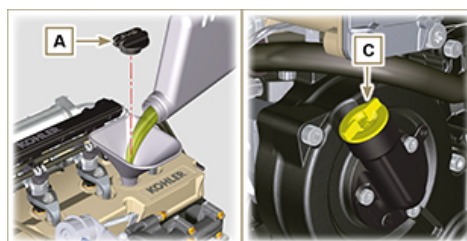

Fig. 5.2
4. Re-tighten the cap **A** and/or **C** (**Fig. 5.2**) .